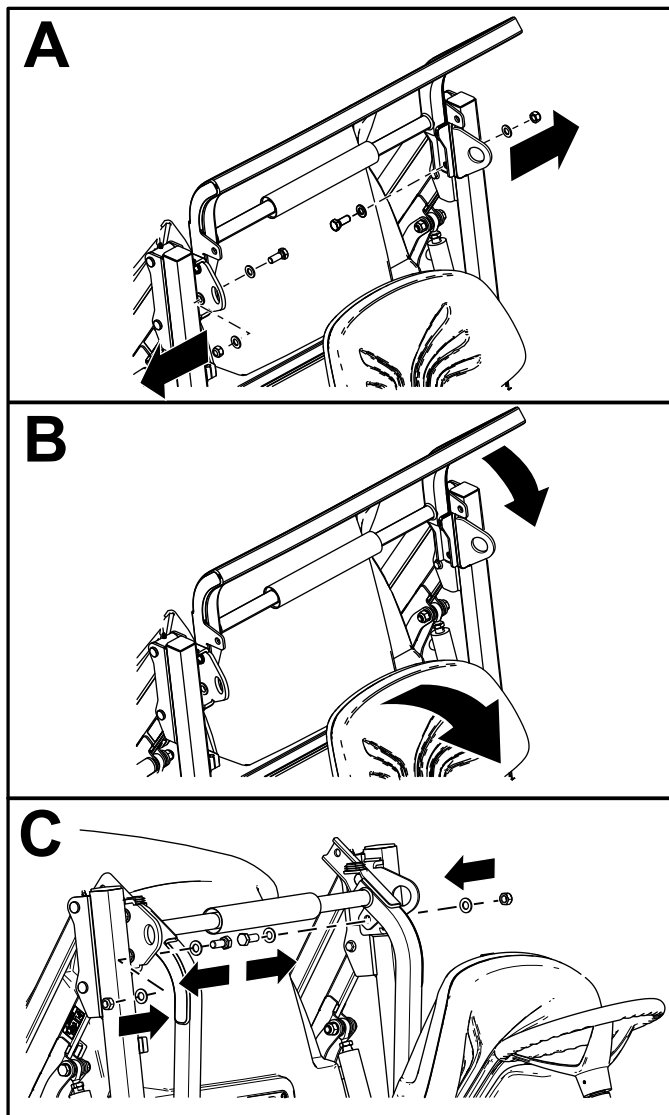

Figura 18
4. Retire las tuercas, los pernos y las arandelas (Figura 18).
6. Baje la barra antivuelco y sujétela con las tuercas, los pernos y las arandelas (Figura 18).
Nota: Siga los pasos de la Figura 18 en sentido inverso para elevar la barra antivuelco.
- Retire las tuercas, los pernos y las arandelas de la barra antivuelco (Figura 18).
- Eleve la barra antivuelco y sujétela con las tuercas, los pernos y las arandelas (Figura 18).